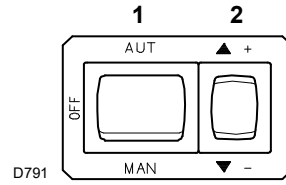
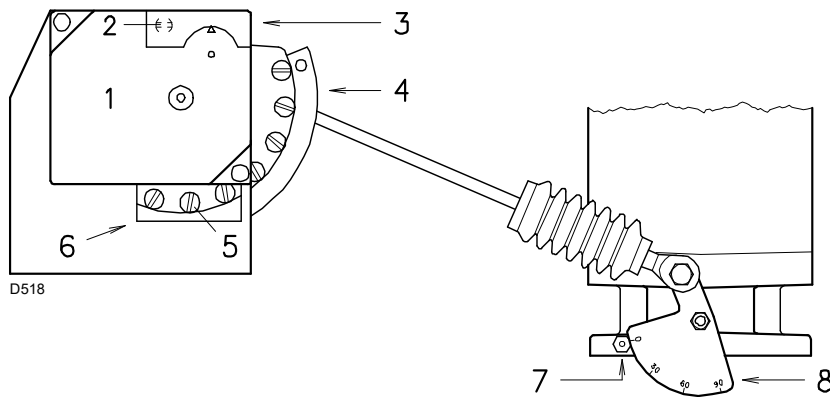
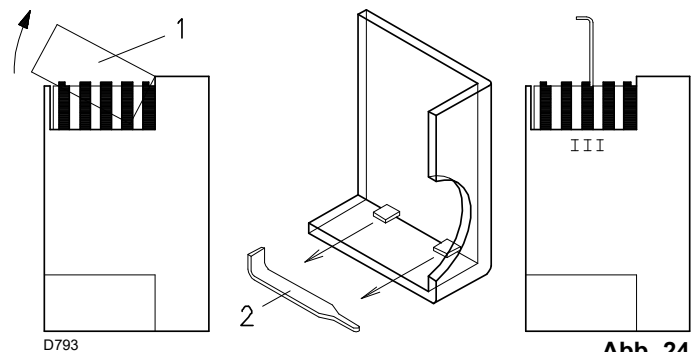

Abb. 22
Abb. 23
Abb. 24
Die Fernsteuerungen schließen und den Schalter 1)(Abb. 22) auf "MAN" stellen.
Drücken Sie nun die Taste 2)(Abb. 22) "Erhöhen der Leistung" und halten Sie die Taste gedrückt, bis der Stellantrieb die Luftklappe und die Gasdrossel bei 90° geöffnet hat.
Über die Schrauben des Nockes im Inneren der Öffnung 6)(Abb. 23) das Endprofil des Nocken 4)(Abb. 23) verändern.
Zeichenerklärung (Abb. 23)
Die Taste 2)(Abb. 22 auf S. 24) "Verringern der Leistung" drücken und gedrückt halten, bis der Stellantrieb die Luftklappe geschlossen und die Gasdrossel auf 20° eingestellt hat (werkseitig durchgeführte Einstellung).
- Zur Verringerung den Winkel des Nockens III) (Abb. 24) mit kleinen Verstellungen schrittweise reduzieren, d.h. vom Winkel 20° auf 18° - 16° bringen...
- Zum Erhöhen, den Wahlschalter "Leistung erhöhen" 2)(Abb. 22 auf S. 24) leicht drücken (die Gasdrossel um 10-15° öffnen), den Winkel des Nockens I I I (Abb. 24) mit kleinen Verstellungen schrittweise erhöhen, d. h. vom Winkel 20° auf 22° - 24°....bringen
Für eine eventuelle Einstellung des Nockens I I I den eingerasteten Deckel 1), (Abb. 24) abnehmen, die entsprechende Passfeder 2) herausziehen und in den Schlitz des Nockens I I I einsetzen.
Über die Schrauben des Nockes im Inneren der Öffnung 6)(Abb. 23) das Anfangsprofil des Nocken 4)(Abb. 23) verändern.
Die Taste 2)(Abb. 22 auf S. 24) "Erhöhen der Leistung" leicht drücken, sodass eine neue Schraube 5)(Abb. 23) in der Öffnung 6)(Abb. 23) erscheint, solange an der Schraube drehen, bis eine optimale Verbrennung erzielt ist.
Den Brenner abschalten, dazu den Schalter 1)(Abb. 22 auf S. 24) auf OFF stellen, den Nocken mit variablem Profil vom Stellantrieb lösen, dazu den Schlitz 2)(Abb. 23) senkrecht stellen.